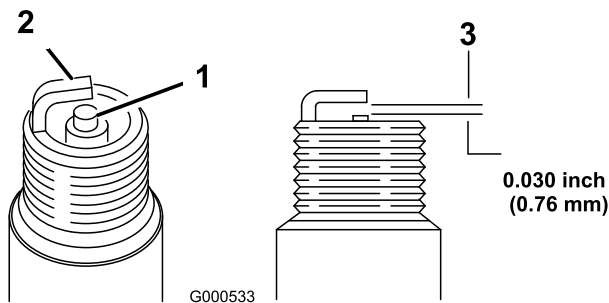

Bild 18
5. Stellen Sie den Elektrodenabstand auf 0,76 mm ein (Bild 18).